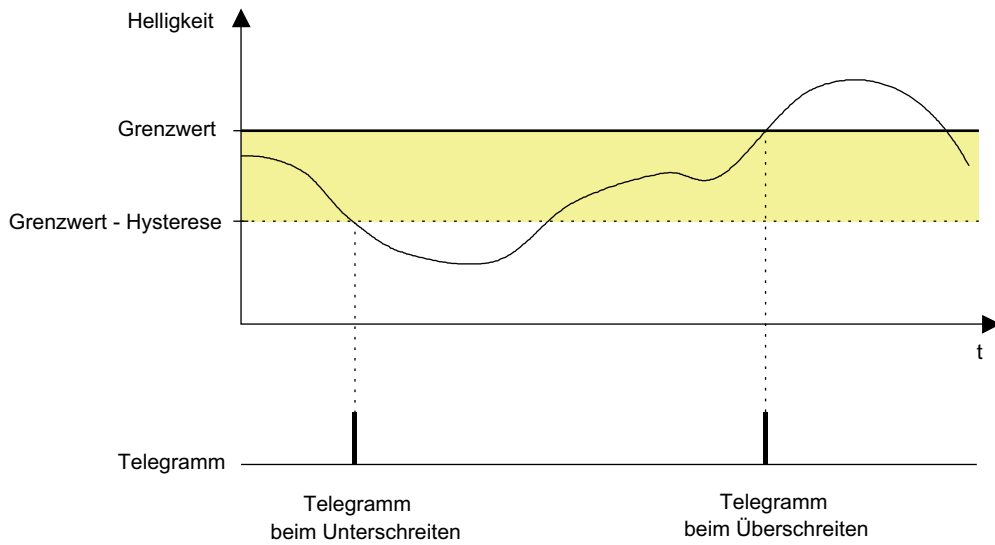

Bild 53: Beispiel 1 zur Grenzwertdefinition
1. Helligkeitsgrenzwert = Obere Schwelle (Bild 53)